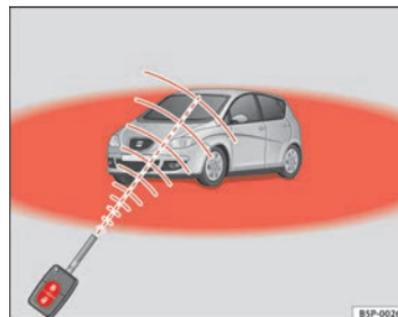

Abb. 65 Wirkungsbereich der Funk-Fernbedienung
- Die Funk-Fernbedienung funktioniert nur, wenn Sie sich im Wirkungsbereich befinden ⇒ Seite 111, Abb. 65 (roter Bereich).